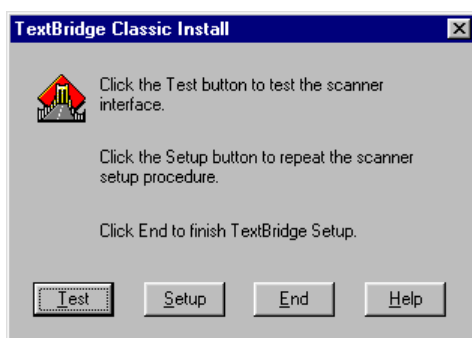

Figure 8 : Terminer l'installation
13. Sélectionnez 'Trust SCSI Scan 19200 Excellence Series/ 32' dans la liste et cliquez sur 'Select'. Une fenêtre similaire à celle de la figure 8 apparaît.